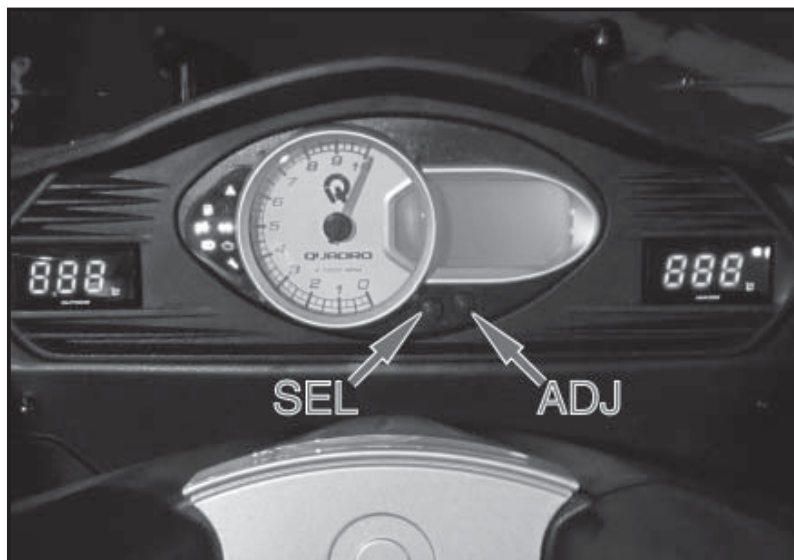

Fig. 01
4.7.1 FONCTIONNEMENT DU TABLEAU DE BORD (Fig. 01)